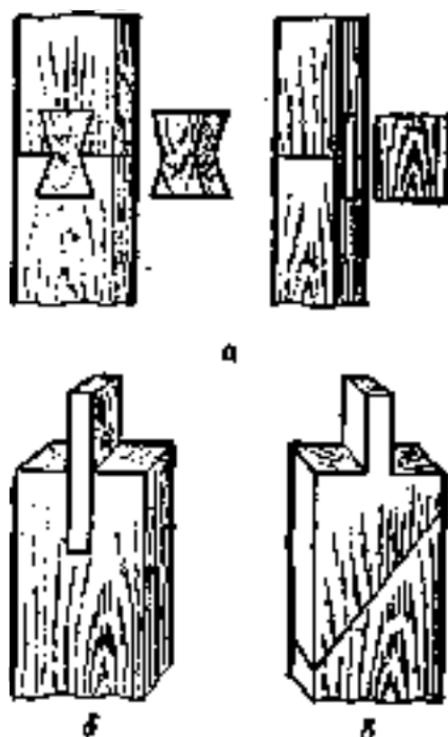

Рис. 134. Ремонт деталей:
2. Сращивание вставками или шкаптами при изломе в торец (рис. 134, а).
3. Замена сломанного прямого плоского шипа вставкой нового плоского или круглого шипа (рис. 134, б).
4. Сращивание старой части детали с подготовленной новой на ус (рис. 134, а).
На каждое мебельное изделие, подлежащее ремонту, составляется дефектная ведомость. В ней отмечают все виды дефектов, способы восстановления и последовательность работы. Вот, например, дефектная ведомость на ремонт стула (см. также рис. 134):